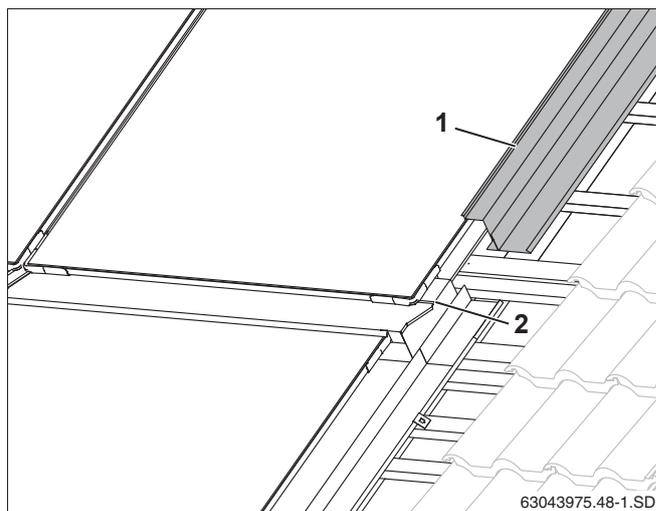

Рис. 55 Верхний правый накладной лист
- ▶ Верхние боковые накладные листы (рис. 55, поз. 1) смонтируйте так же, как нижние (Глава 10.2 "Боковые накладные листы").
|   | <p>из-за негерметичности крыши.</p> <ul style="list-style-type: none"> <li>▶ Сдвиньте боковые накладные листы на фальц среднего накладного листа (рис. 55, поз. 2).</li> </ul> |